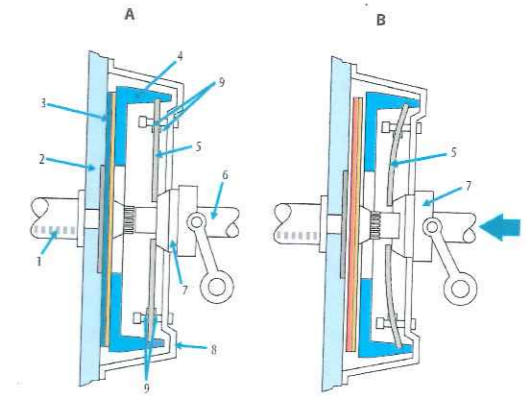

Figura 9.4
En la figura 9.4 se pueden ver los elementos que componen el embrague de fricción monodisco:
La figura 9.4 (A) representa el estado del embrague cuando no se pisa el pedal de embrague, y la figura 9.4 (B) representa el estado del embrague cuando sí se pisa el pedal de embrague.